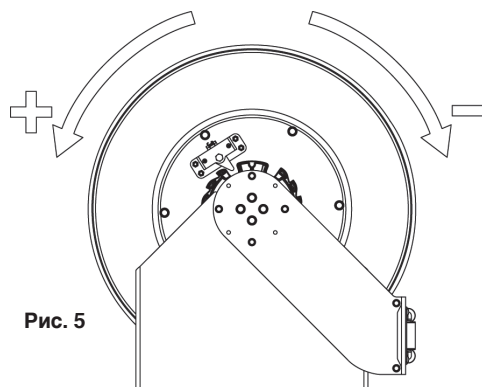

Рис. 5
4. Повернуть бобину для увеличения и уменьшения натяжения исполнительной пружины (рис. 5).
- Повернуть бобину для увеличения и уменьшения натяжения исполнительной пружины (рис. 5).